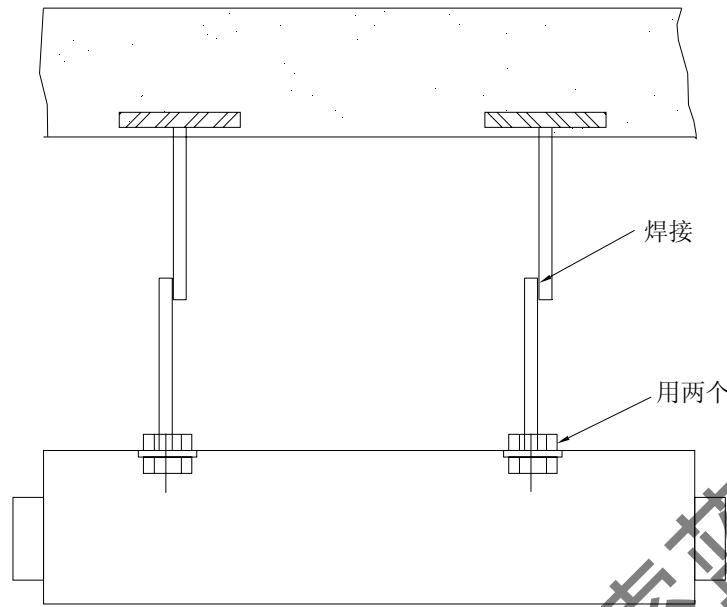

图 33: 座吊机吊装时预埋构件吊装示意图
- 座吊机为吊顶安装形式时，如有可能，最好先预埋构件。具体见下图 33：